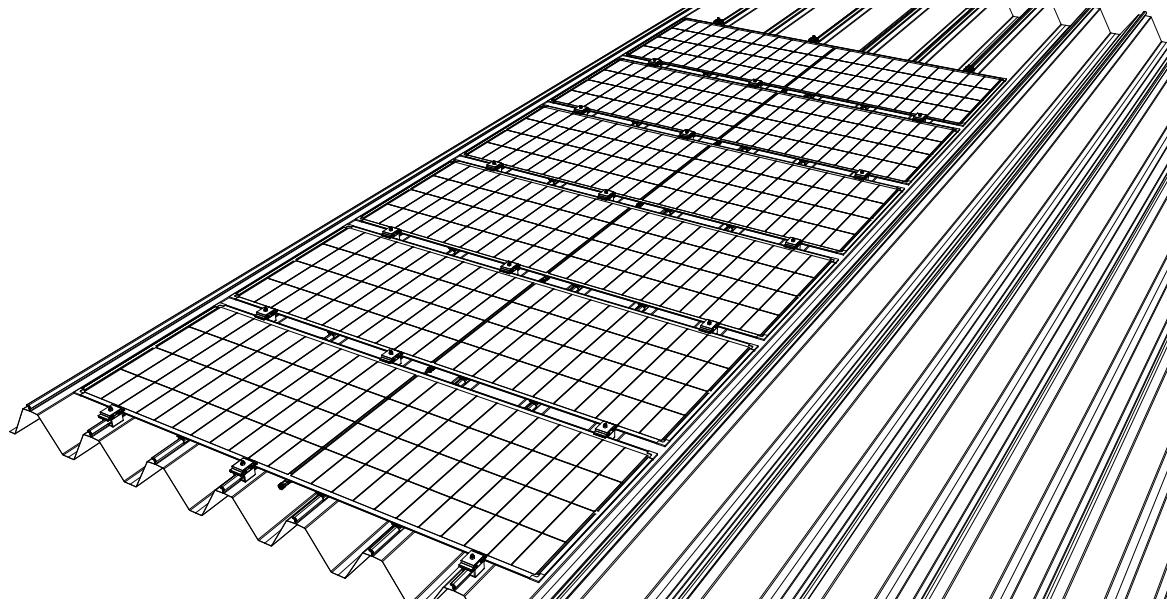

図 11
- 上記の手順に従って、1列目のすべての製品の取り付けを順番に行い、最後の列のホルダーに取り付けられたナットとワッシャーを締めてください。これで第1列目の製品の取り付けが完了します。(図 11)